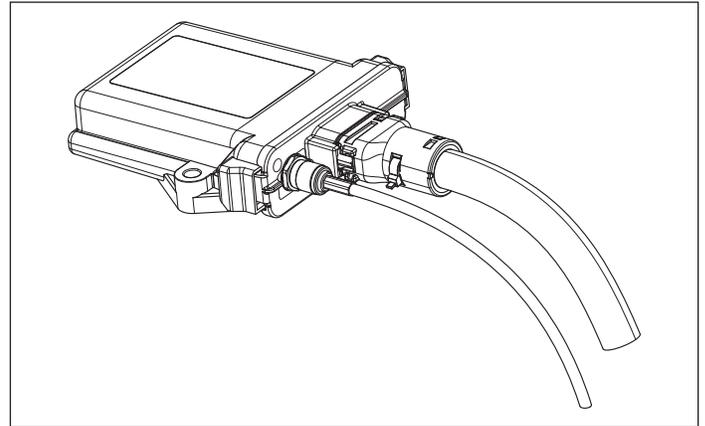

Figura 9: Conectar el cable de conexión a la nueva ECU
5. Enchufe el conector alemán de 4 pines en el cable de conexión. *Vea la figura 9.*